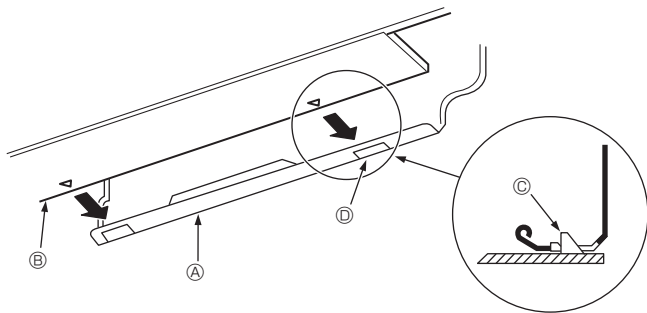

Fig. 3-15
3. För in kylmedelsrören och dräneringsslangen i väggens genomträngningshål (genomträngningshylsa) och häng samtidigt toppen av inomhusenheten på monteringspanelen ①.
5. Fäst genom att skjuta på den nedre delen av inomhusdelen på monteringspanelen ①. (Fig. 3-15)
- * Kontrollera att knapparna på botten av inomhusenheten är säkert fasthakade på monteringspanelen ①.
① Monteringspanel
② Inomhusenhet
③ Krok
④ Fyrkantigt hål